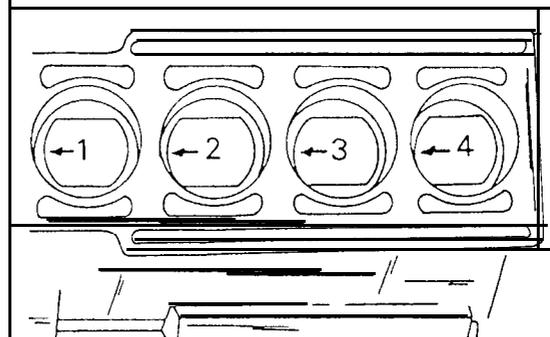

Bild 61
- Jeden Kolben und die dazugehörige Pleuelstange mit der Nummer des Zylinders versehen, aus welchem sie ausgebaut wurden. Dies kann man am besten durchführen, indem man die Zylindernummer mit Farbe auf den Kolbenboden aufzeichnet. Ebenfalls einen zur Vorderseite des Motors weisenden Pfeil in den Kolbenboden einzeichnen. In Bild 61 ist dies bei einem Vierzylindermotor gezeigt.